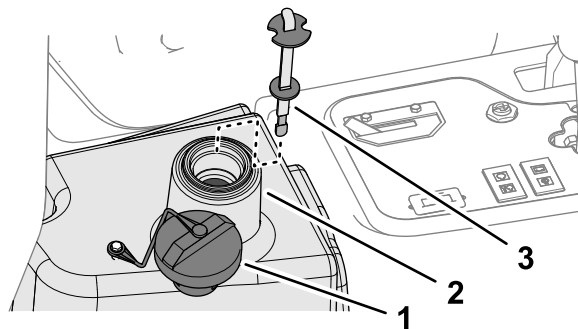

Figura 88
2. Limpie la zona alrededor del cuello de llenado y el tapón del depósito de fluido hidráulico (Figura 88) y retire el tapón.